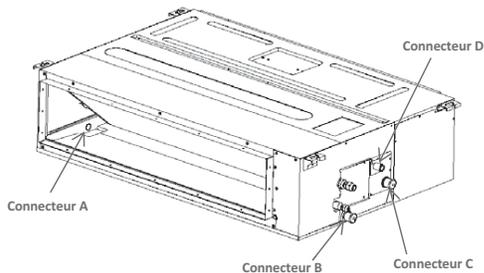

Figure 18 – Branchement du flexible d'évacuation au raccord d'évacuation B
- a. Branchez le flexible d'évacuation au raccord d'évacuation B (consultez la figure 18).